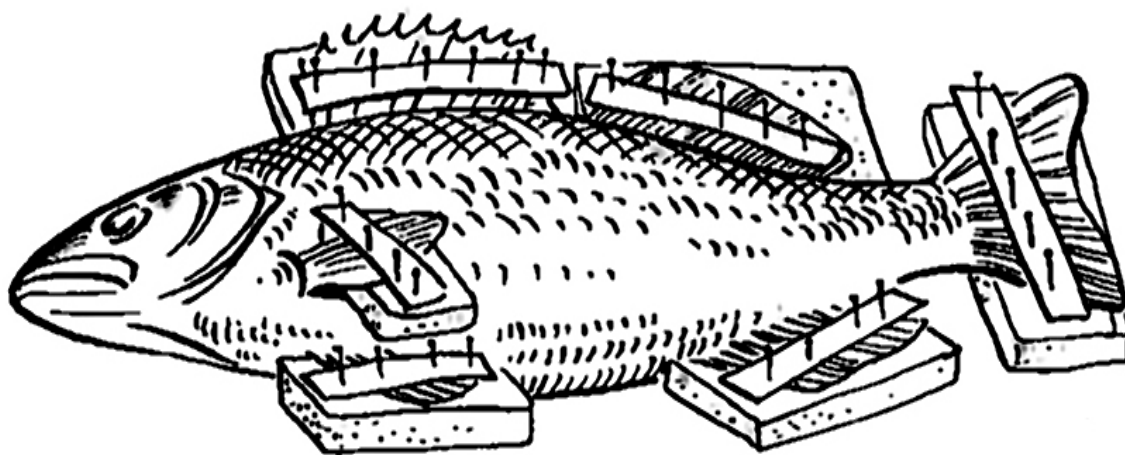

Рисунок 4 – Рыба с зафиксированными плавниками
2.1. Зафиксируйте плавники рыбы (чтобы в дальнейшем они не изменили формы), подложив под них пластинки пенопласта и укрепите сверху полосками вощеной бумаги, закрепляя ее булавками (рисунок 4).
2.2. Хвостовой плавник закрепите между двумя полосками пенопласта (рисунок 4).
2.6. Во избежание деформации плавников либо зафиксируйте их уже ранее упомянутым способом (рисунок 4), либо к ним подклейте крахмальным клейстером полоски бумаги (они затем удаляются легко после размачивания). Если выпала чешуя, то соберите ее и зафиксируйте в 70° спирте.